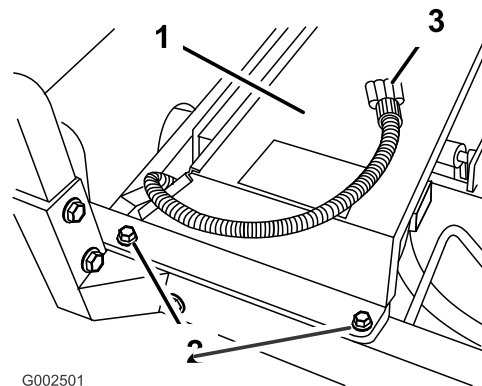

Bild 19
- Montieren Sie die Kühlerabdeckung über den Fahrzeugkühler (Bild 19).